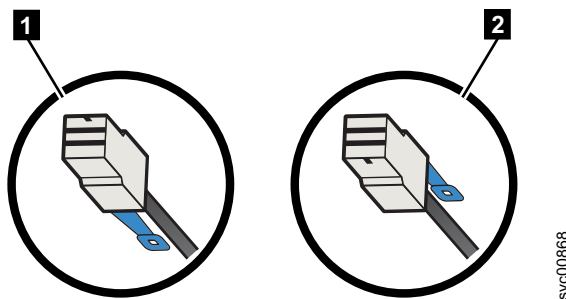

图 42. SAS 电缆接口方向
- 在连接扩展机柜时，蓝色拉动卡口必须在电缆下方（第 38 页的图 42 中的 **1**）。
- 在连接 2145-SV1 时，蓝色拉动卡口必须在接口上方（第 38 页的图 42 中的 **2**）。